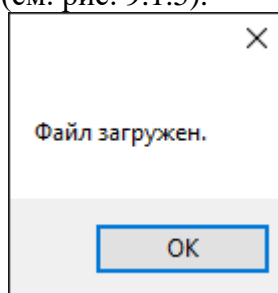

Рисунок 9.1.5. Результат загрузки входных трактов.
4. Результат корректной загрузки входных трактов сопровождается формированием сообщения в диалоговом окне (см. рис. 9.1.5).